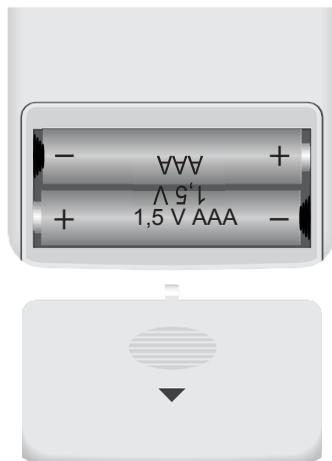

Bild 33: Batteriefach auf der Rückseite der Fernbedienung.
1. Ziehen Sie die Abdeckung in Pfeilrichtung ab (siehe Bild 33).